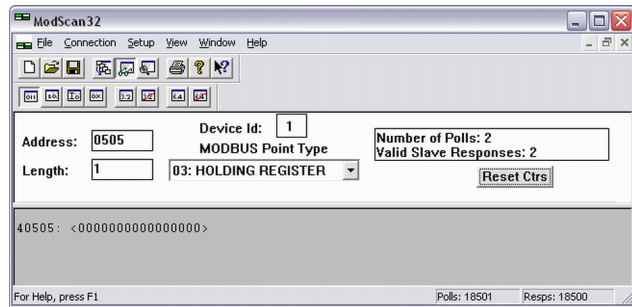

Abb. 314: ModScan32-Anzeige einzelner Bits
1. Sie können mit den „Display Options“ das Format auf ein binäres Format festlegen, um einzelne Bits anzuzeigen (Abb. 314).